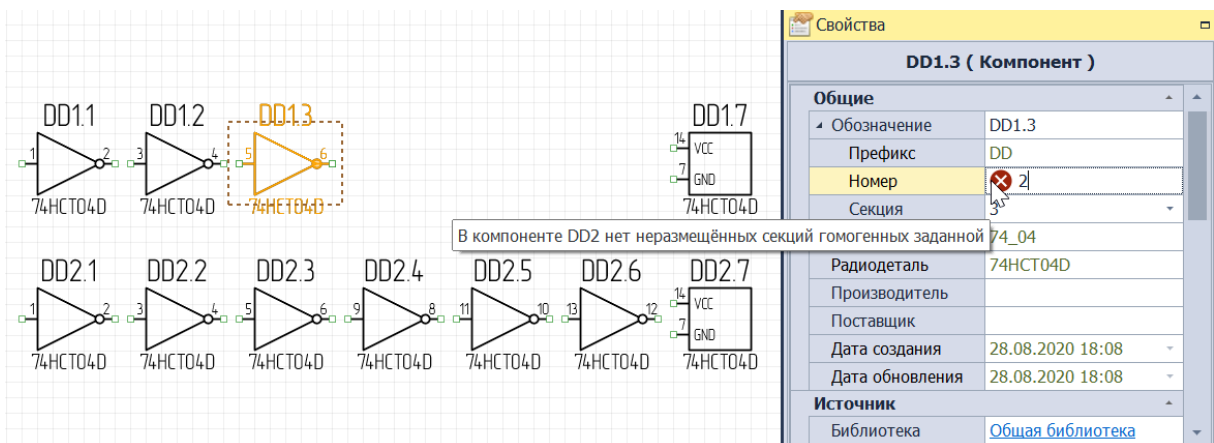

Рис. 202 Замена секции неполностью размещенного компонента на секцию компонента полностью размещенного невозможна
- Если замена инициируется с секции, относящейся к неполностью размещенному компоненту, то система проинформирует, что выбранная для своппинга секция размещенного компонента недоступна для данной операции, см. Рис. 202.